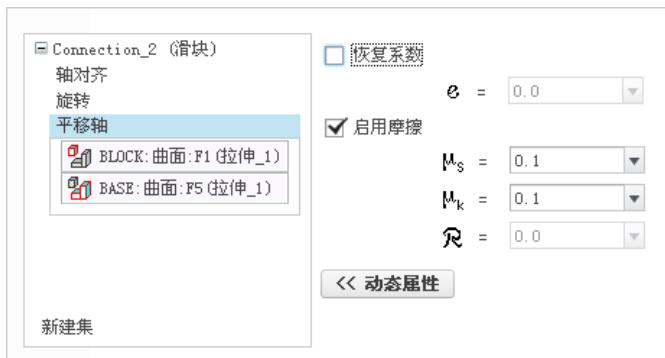

图 7.6.13 设置摩擦系数
(6) 设置摩擦系数。在 **放置** 界面右侧单击 **动态属性 >>** 按钮，选中 启用摩擦 复选框，在 M_s 文本框中输入静态摩擦系数 0.1，在 M_k 文本框中输入动态摩擦系数 0.1，分别按 Enter 键确认，如图 7.6.13 所示。